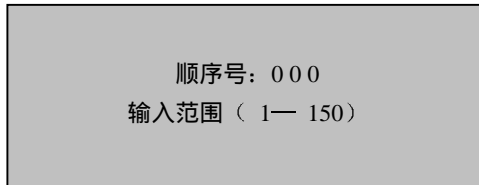

图 3-28
- 2) 按“小计”确认，进入套餐项顺序号输入状态，如图 3-28 所示；